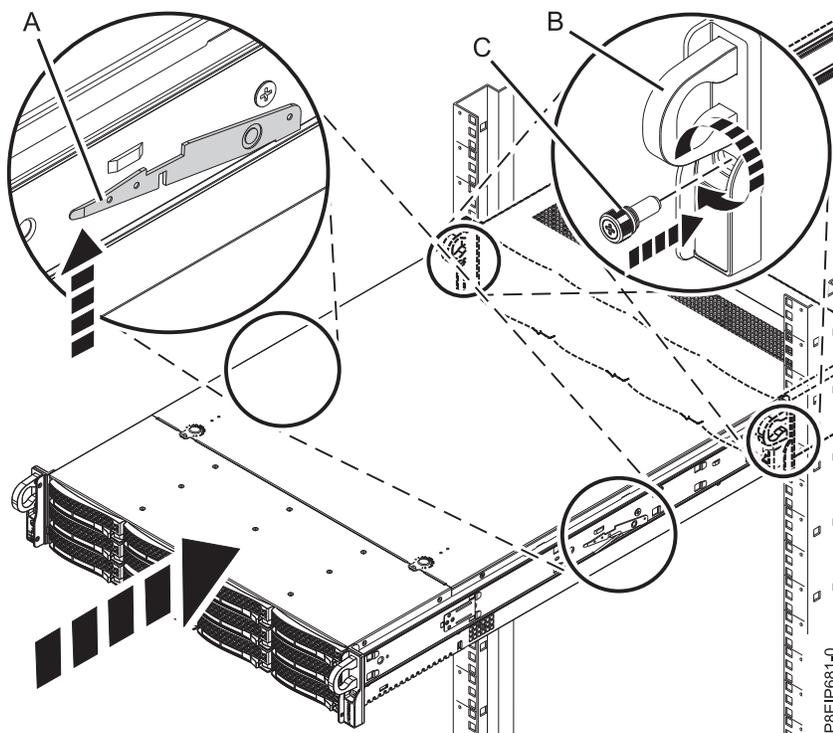

Figura 76. Colocando o sistema na posição de operação
4. Libere as travas de segurança do trilho (A) erguendo-as, conforme mostrado na Figura 76 na página 112, em seguida, empurre o sistema totalmente para dentro do rack.